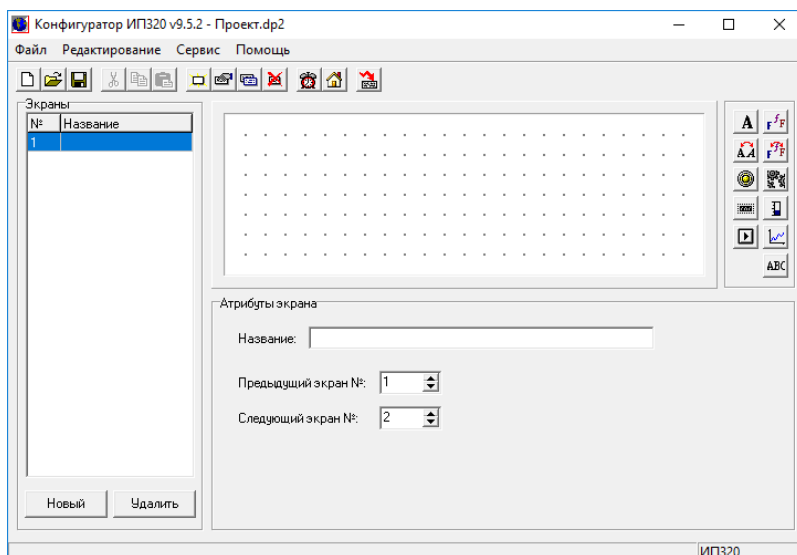

Рисунок 4.2 – Главное окно программы с экраном номер 1
- Снизу от рабочей области отобразится область «Атрибуты экрана» (см. рисунок 4.2).
7. Область «Атрибуты экрана» главного окна программы (см. рисунок 4.2) позволяет: